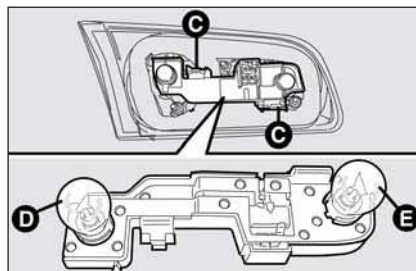

fig. 31
- ☐ presione hacia el interior las aletas de fijación **C**-fig. 31 de bloqueo del portálámparas y sáquelo de su alojamiento;
La ubicación de las lámparas del grupo óptico es la siguiente (**fig. 31**):